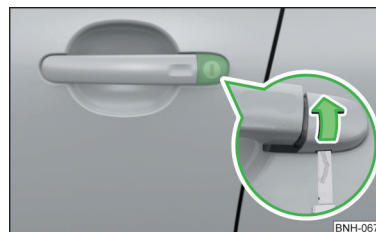

Fig. 249
- Introducir la llave en el rebaje en la parte inferior de la tapa y abrir la tapa en el sentido de la flecha » fig. 249.